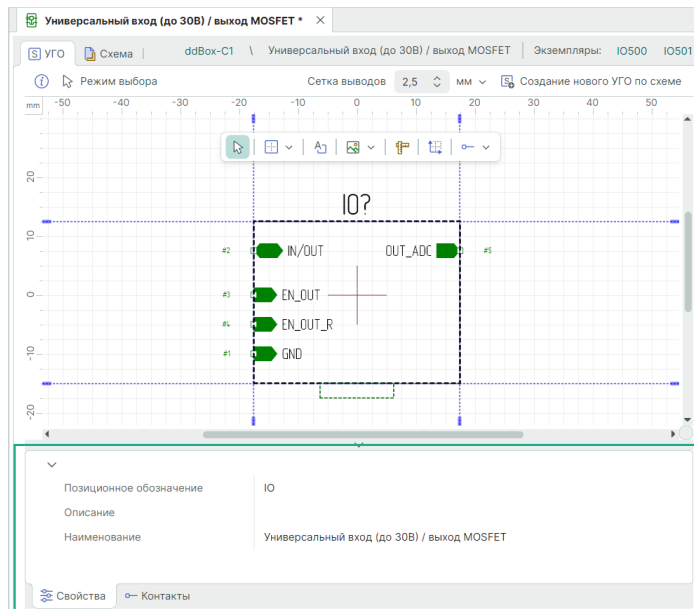

Рис. 270 Свойства блока
- Наименование – имя блока. Под этим именем блок отображается в иерархии проекта, см. Рис. 270.